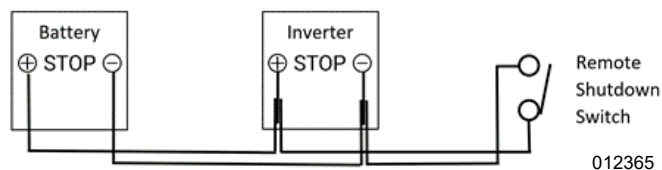

Figura 4-15. Cableado en paralelo del interruptor de desconexión remota
3. Consulte la **Figura 4-15**. Los terminales de DETENCIÓN y el interruptor de desconexión remoto se pueden conectar en paralelo. En este caso la polaridad sí importa. Conecte “STOP +” del primer dispositivo a “STOP+” del segundo dispositivo. Conecte “STOP-” del primer dispositivo a “STOP-” del segundo dispositivo. Desde cada dispositivo, coloque un par de hilos desde los terminales de DETENCIÓN al interruptor de desconexión remota.